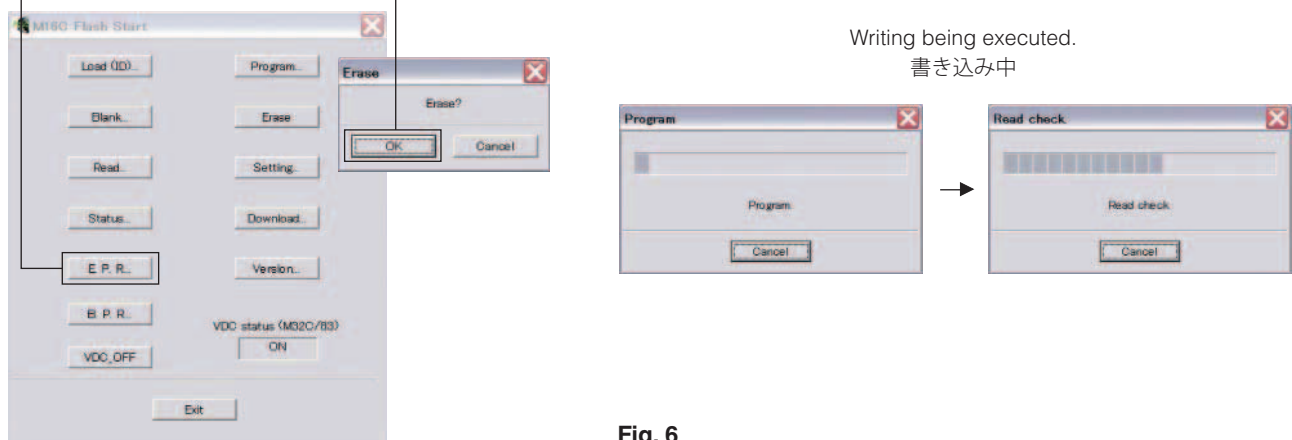

Fig. 6
7. Click [E.P.R.], then the "Erase" screen appears. (Fig. 6)
7. [E.P.R.] をクリックすると、「Erase」が表示されます。(Fig. 6)
8. Click [OK] to start writing. (Fig. 6)
8. [OK]をクリックして書き込みを開始します。(Fig. 6)